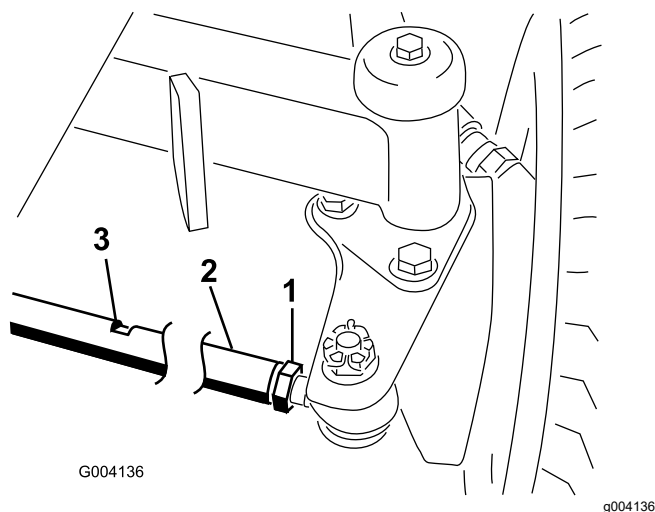

Figure 140
1. Desserrez l'écrou de blocage à chaque extrémité de la biellette (Figure 140).